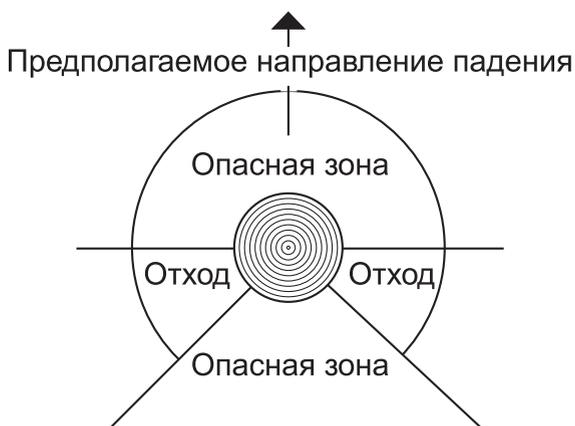

Рисунок 11 — Опасная зона при валке дерева
- Опасная зона — это зона окружающая дерево диаметром, равным 2,5 его длины (см. рис. 11). Убедитесь, что во время валки в этой зоне нет людей.
- Уберите подлесок вокруг дерева, наметьте и расчистите путь отхода, принимая во внимание любое препятствие или помехи (камни, ветви, ямы и т.п.). Ваша линия отхода (см. рис. 11) должна вести от ожидаемой линии падения под углом назад.